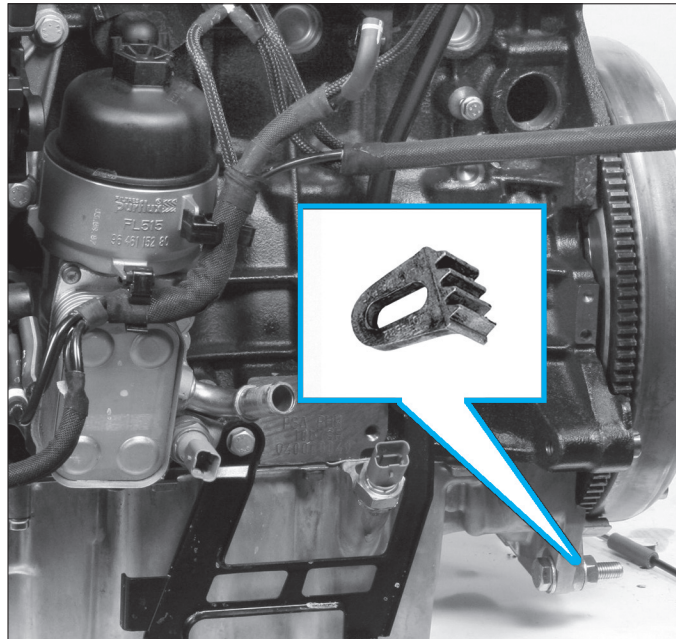

Fig. 7
- [3]. Bloc volant moteur (réf : 0188.F) (Fig.7).
- Bloquer le volant moteur à l'aide de l'outil [3] (Fig.7).